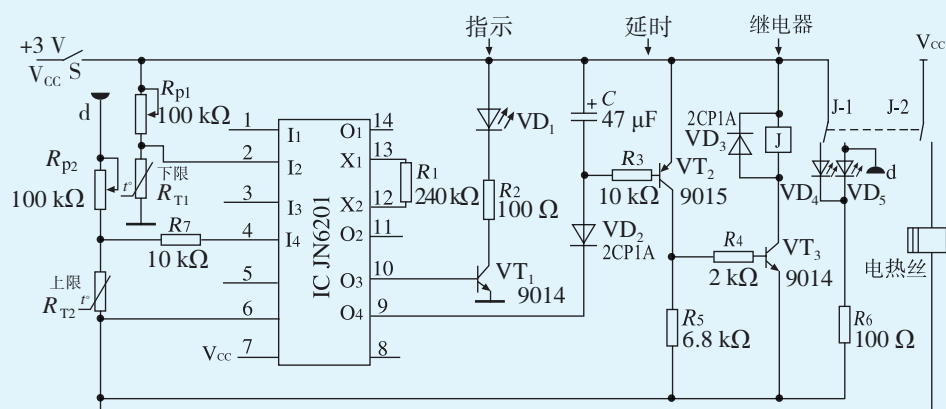

图 5-22 JN6201 集成电路浴室热水温度控制器电路图
1. 应用JN6201集成电路, 设计电路图如图5-22所示。